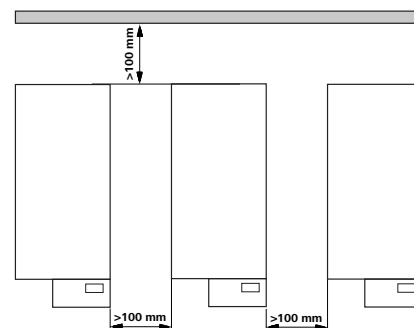

Fig. 2
- Beachten Sie die Mindestabstände zwischen Geräten, zwischen Gerät und Wand, sowie oberhalb des Aufbaus (min. 800 mm), siehe Fig. 2.